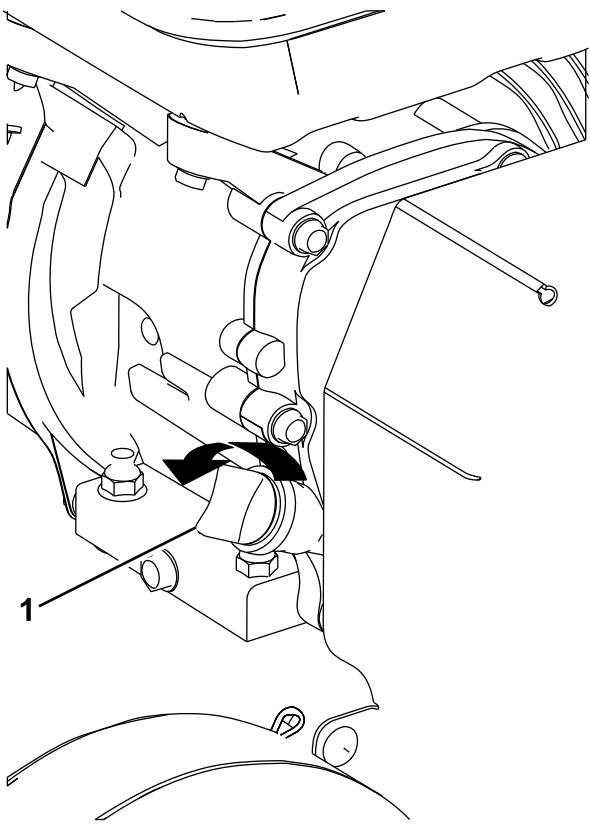

Figure 10
2. Nettoyez la surface autour de la jauge d'huile (Figure 10) pour éviter de faire tomber des impuretés dans l'orifice de remplissage, ce qui endommagerait le moteur.
3. Dévissez la jauge d'huile et essuyez soigneusement l'extrémité (Figure 10).
4. Insérez la jauge au fond du tube de remplissage. **Ne la vissez pas.** (Figure 10).